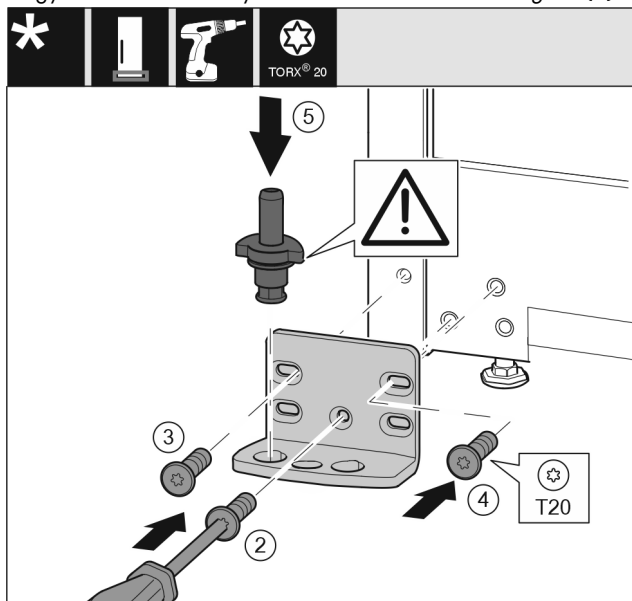

Fig. 15
- ▶ Helyezze fel a csapágybakot a másik oldalra, és húzza meg T20 csavarhúzóval. Alul középen a 2 számmal jelölt csavarral kezdjen. Fig. 15 (2)
- ▶ Húzza meg a 3 és 4 számmal jelölt csavart. Fig. 15 (3,4)
- ▶ Helyezze be teljesen a csapszeget. Közben figyeljen arra, hogy a bekattanó bütyök hátrafelé mutasson. Fig. 15 (5)